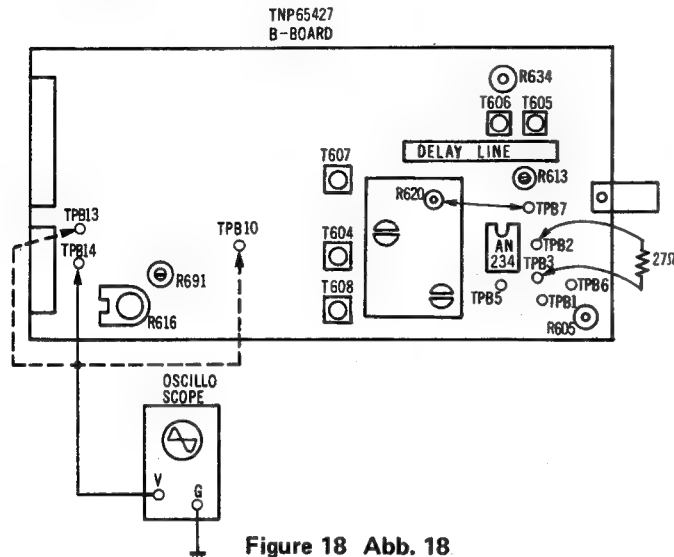

Figure 18 Abb. 18
### Vorbereitung (Agl. Abb. 18)
- A. Referenzträger-Oszillator 4.43MHz Abgleich. (Vgl. Abb. 18)